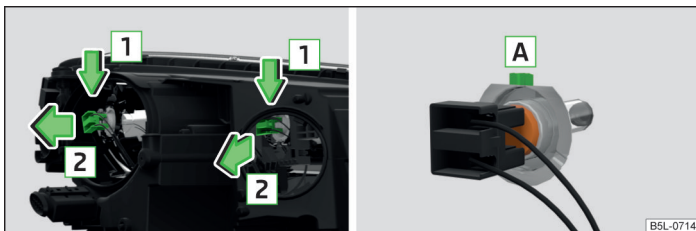

Fig. 196 Prezentarea în principiu: Înlocuirea becului cu halogen
- › Slăbiți conectorul respectiv împreună cu becul, prin deplasarea spre în jos, în sensul săgeții **1** » fig. 196 și scoateți-l în sensul săgeții **2**.
- › Introduceți conectorul cu noul bec în așa fel, încât elementul de fixare **A** » fig. 196 al becului să se potrivească în degajarea de la reflector.